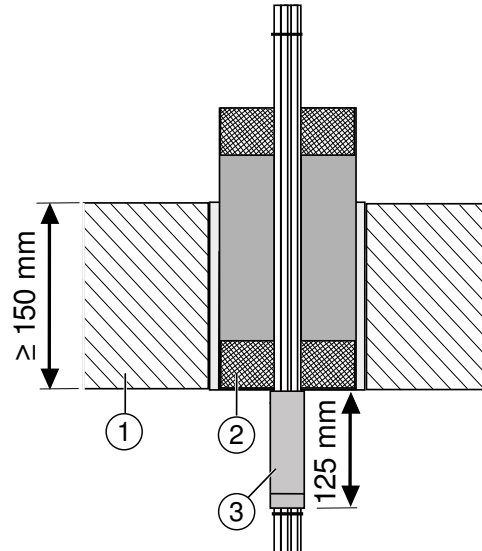

Abb. 16: Brandschutzwickel um Kabelbündel in Decke
- ① Decke
- ② Rohrschale mit Stopfen
- ③ Abb. 16: Brandschutzwickel FSB-WB 1.5 ober- oder unterhalb der Decke